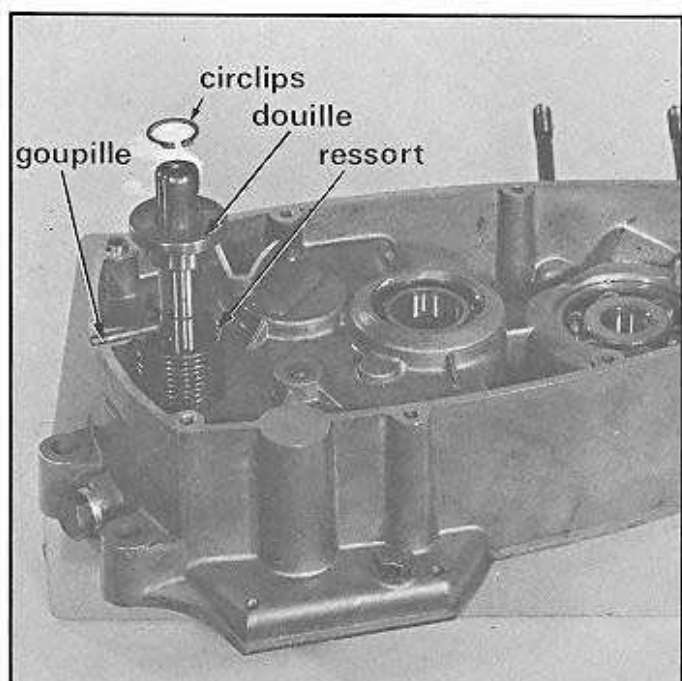

Fig. 58
- Retirer le circlips côté manivelle (fig. 58).